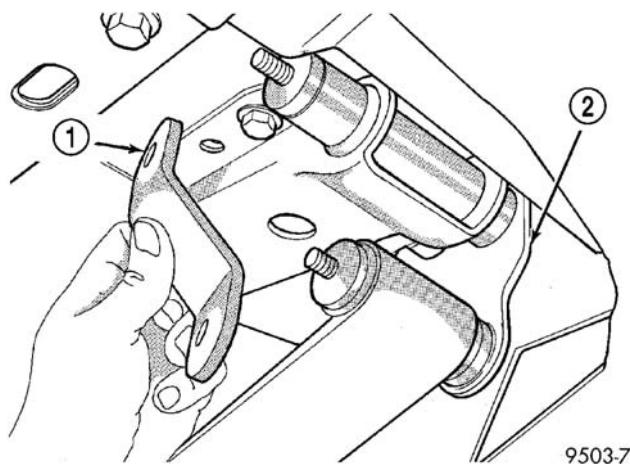

图 35 后簧吊架
(9) 松开并卸下后板簧吊架螺母 (图 35)。然后从吊架上卸下吊架夹板, 并从吊架上卸下板簧。(图 35)。
(10) 从车辆上卸下板簧。
(11) 松开并卸下后板簧前支座的枢轴螺栓。卸下支座。